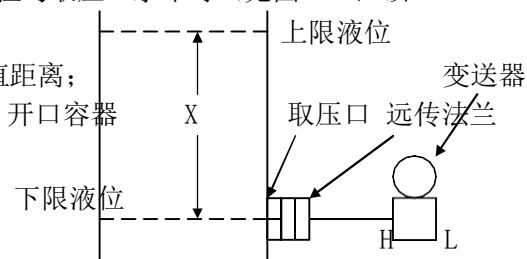

图5—8 变送器与取压口水平
- ② 变送器高于取压口，下限液位与取压口水平时（见图5—9）测量范围值如下确定：